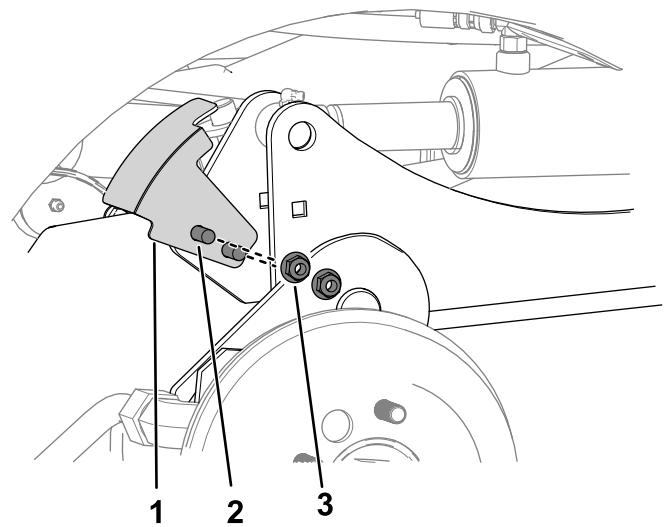

Figura 8
5. Utilice 2 pernos de cuello cuadrado y 2 tuercas ($\frac{3}{8}$ ") para sujetar el soporte del sensor al brazo de elevación derecho (Figura 8).